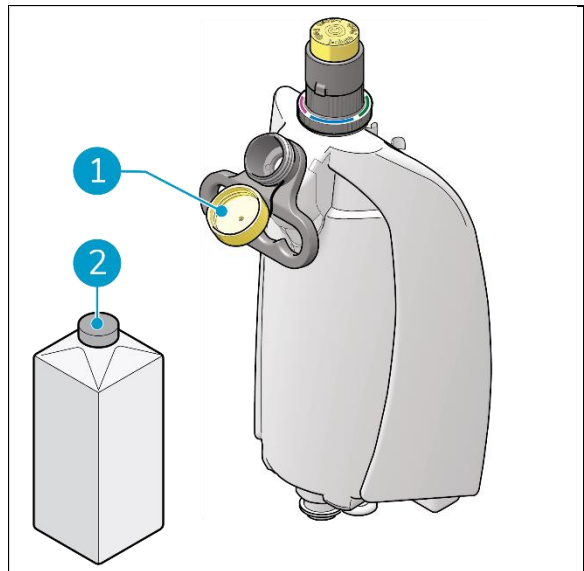

Figura 18
1. Retire la tapa amarilla (Figura 18, pos. 1).
(Figura 18, pos. 2).
3. Vuelva a colocar la tapa amarilla (Figura 18, pos. 1) y asegúrese de que cierra herméticamente.
8. Pulse el botón del inyector i-dose (Figura 18 pos. 5) para dispensar el contenido de la vaina i-dose.
9. Gire el anillo indicador de modo que el color correspondiente a la vaina i-dose esté orientado hacia usted (Figura 18, pos. 3).